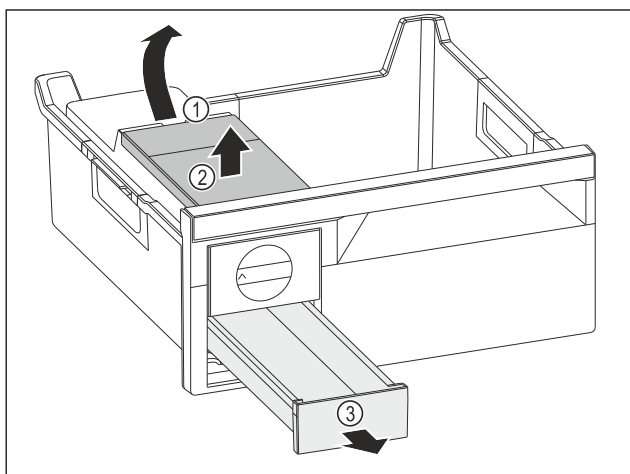

Fig. 111
- ▶ Извлеките бак для воды: Поднимите бак для воды за выемку Fig. 111 (1).
- ▶ Извлеките бак для воды Fig. 111 (2) движением вверх.
- ▶ Извлеките выдвижной ящик для кубиков льда Fig. 111 (3) движением вперед.